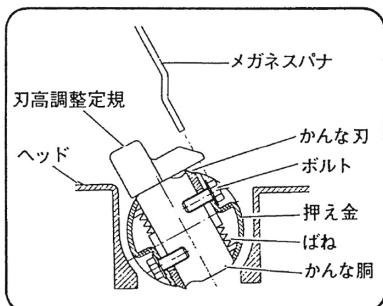

図 28
(5) 付属のメガネスパナ (10mm) で外側のかんな刃取付け用ボルト 2 本を仮締めし、刃高調整定規を取りはずします。 (図 28)